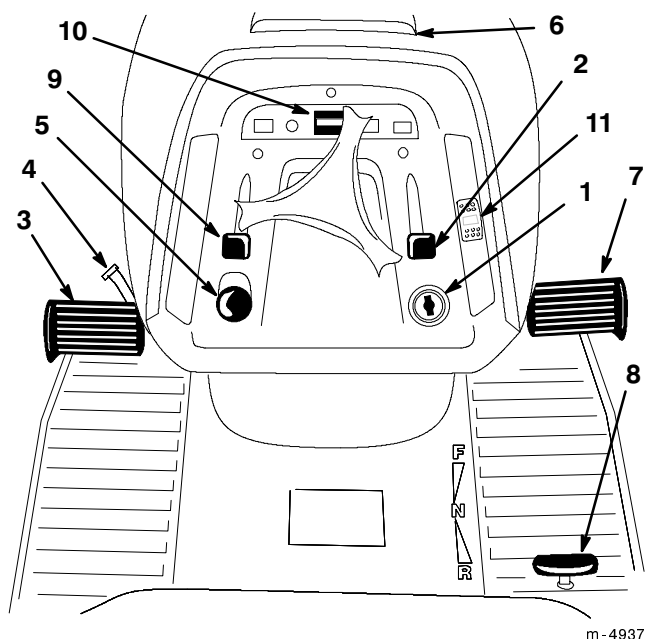

Figure 1
Avant de mettre le moteur en marche et d'utiliser la machine, familiarisez-vous avec toutes les commandes (Fig. 1).
1. Enfoncer la pédale de frein (Fig. 1) et la maintenir en position enfoncée.
2. Tourner le levier de frein de stationnement (Fig. 1) en sens inverse aux aiguilles d'une montre, et lâcher progressivement la pédale de frein. La pédale doit rester bloquée en position enfoncée.
1. Enfoncer la pédale de frein (Fig. 1). Le levier de frein de stationnement doit se déverrouiller.
2. Pousser le commutateur de vitesse de croisière sur Marche (ON) (Fig. 1).
L'horamètre du tableau de bord (Fig. 1) indique le nombre total d'heures d'utilisation de la machine.